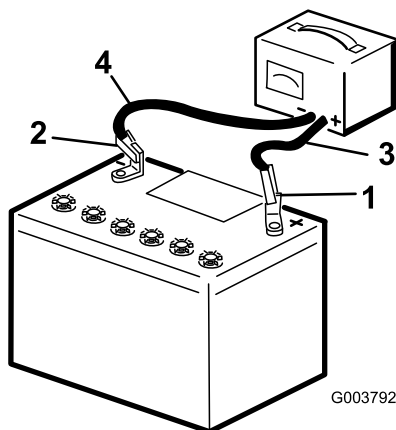

Bild 60
3. Schließen Sie das Plus-Batterieladegerät-kabel am Pluspol der Batterie an (Bild 60).
- Schließen Sie das Minus-Batterie-ladegerätkabel am Minuspol der Batterie an (Bild 60).
- Wenn die Batterie ganz aufgeladen ist, ziehen Sie den Stecker des Ladegeräts aus der Stromquelle. Klemmen Sie dann die Klemmen des Ladegeräts von den Batteriepolen ab (Bild 60).